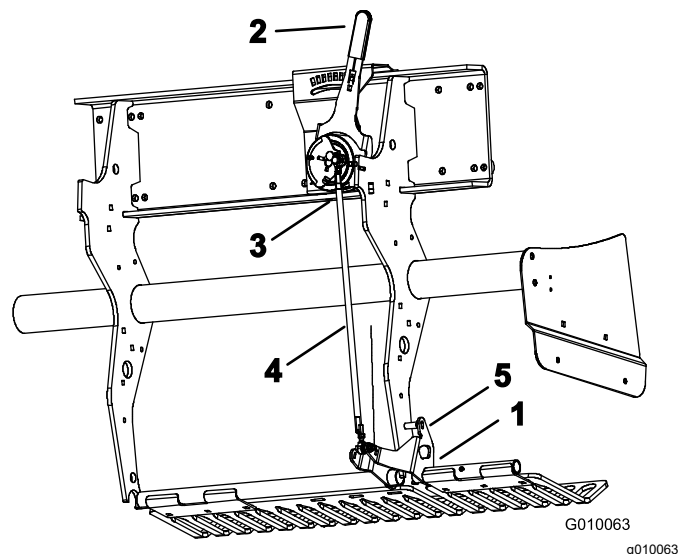

Figura 60
- Rotii suportul de montare a protecției pentru gazon stânga (Figura 60) în sus până când puteți introduce un tift de blocare, cum ar fi o tijă sau un urub de foraj de 8 mm, între suport i tubul de reglare a adâncimii sudat pe cadru.
- Deplasați maneta pentru adâncimea dinilor (Figura 60) la setarea H (adâncime maximă).
- Deconectați comutatorul exterior cu bilă (Figura 60) de la cabluri (comutator coborâre cap).
- Slăbiți contrapiuliile (stânga i dreapta) de pe tija de reglare a adâncimii (Figura 60).